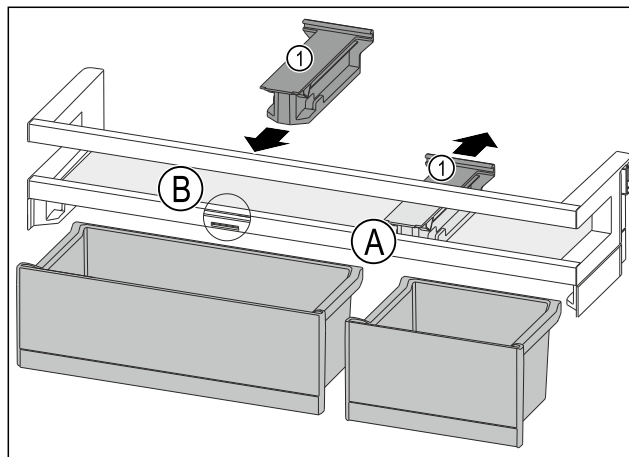

Fig. 193
- ▶ Tirare l'elemento di tenuta Fig. 193 (1) all'indietro per portarlo in posizione Fig. 193 (A).
- Inserire l'elemento di tenuta *Fig. 193 (I)* in posizione *Fig. 193 (B)*.